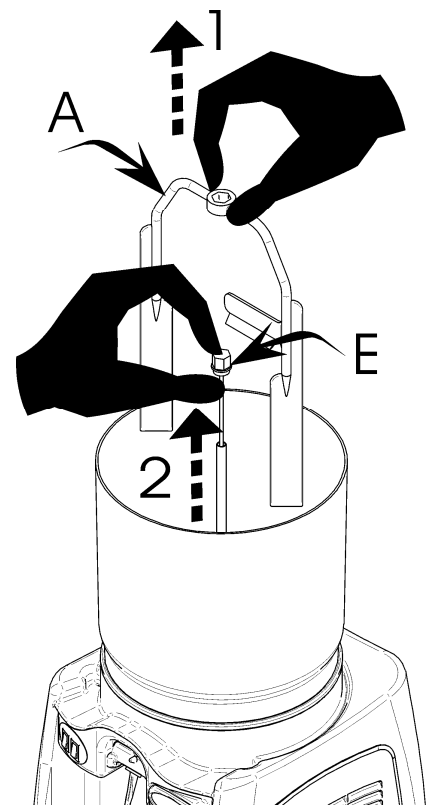

Abbildung 7
- 4.- Den Rührflügel (A) nach oben herausziehen (1); die Rührflügelstange (E) aus dem Rohr in der Mitte nach oben herausziehen (2) (**Abb. 7**).